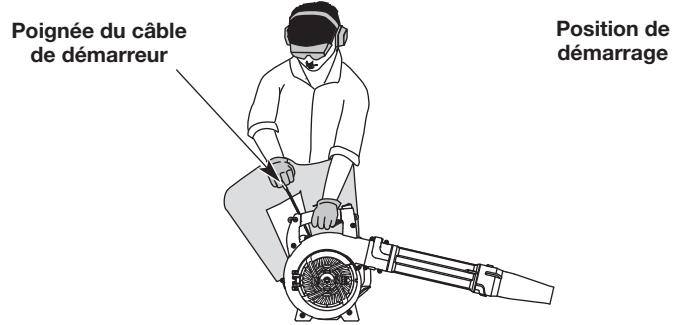

Fig. 7
**AVERTISSEMENT :** évitez tout démarrage accidentel de l'appareil. Pour éviter toute blessure grave, l'opérateur et l'appareil doivent être tous deux en position stable quand l'opérateur tire sur le câble de démarreur (Fig. 7).
6. **NE PAS** enfoncez la manette des gaz. Accroupissez-vous en position de démarrage (Fig. 7).
7. **NE PAS** enfoncez la manette des gaz. Tirez sur la corde de démarrage en effectuant un mouvement contrôlé et ferme à **5 reprises** (Fig. 7).